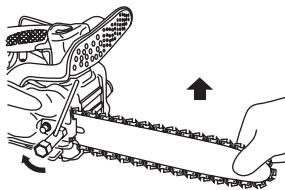

Fig. 6
- Levante el extremo de la lámina y apriete de modo seguro las tuercas de fijación de la lámina de cadena con la llave combinada. (Fig. 6)